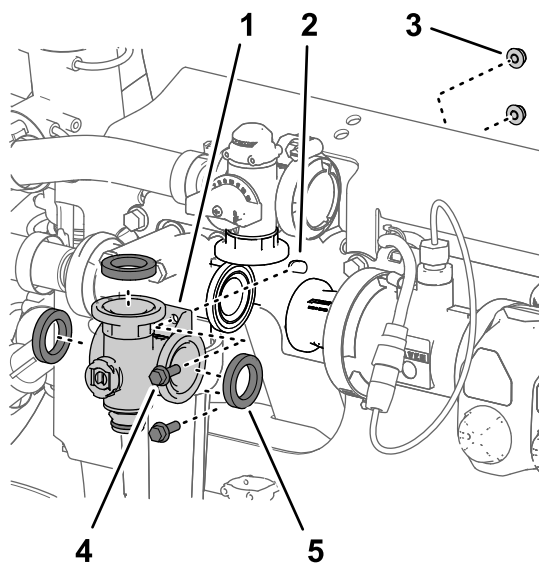

Рисунок 124
3. Выверните 2 болта с фланцем ($\frac{1}{4} \times \frac{3}{4}$ дюйма) и 2 фланцевые контргайки ($\frac{1}{4}$ дюйма), с помощью которых коллектор клапана перемешивания подсоединен к опоре клапана (Рисунок 124).
4. Снимите коллектор клапана перемешивания и прокладки с машины (Рисунок 124).